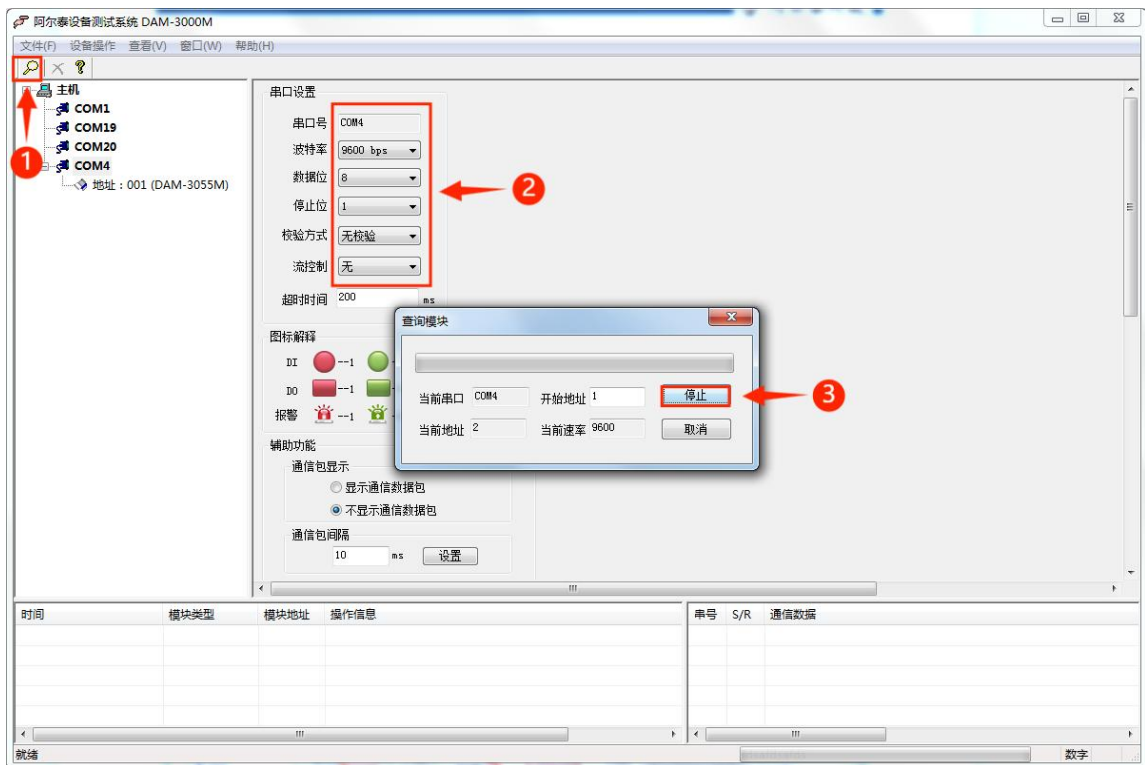

图 12
- 1) 连接好模块后上电，打开 DAM-3000M 高级软件，点击连接的串口，出现下面界面，点击如图 12-①弹出对话框，图 12-②可以选择设置搜索模块参数，图 12-③点击搜索可对模块进行搜索